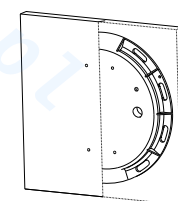

Rysunek 7
- 2) Upewnić się, że napięcie wynosi 12 V, a skrzynka przyłączeniowa znajduje się w odległości co najmniej 120 cm od basenu (Rysunek 7).
- 3) Po instalacji, górna część lampy musi znajdować się w odległości co najmniej 45 cm od powierzchni wody (rysunek 7).